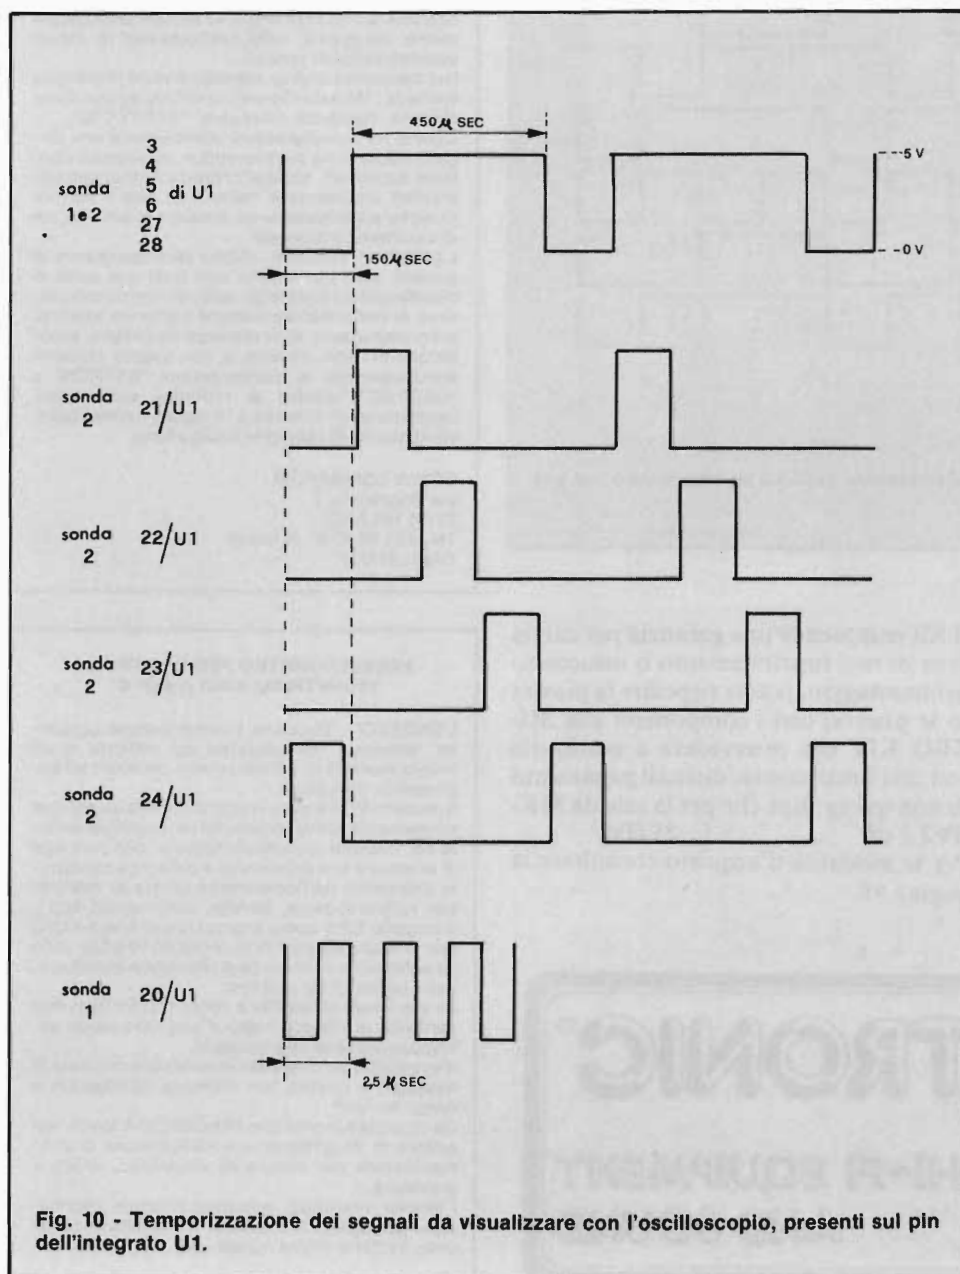

Fig. 10 - Temporizzazione dei segnali da visualizzare con l'oscilloscopio, presenti sul pin dell'integrato U1.
Il collaudo consiste nel verificare tutte le forme d'onda riportate in Fig. 10, che si ottengono semplicemente alimentando la scheda. Il valore letto sul display deve essere zero, e per ottenerlo è sufficiente connettere a massa l'ingresso 1 della morsetti (sconnettendo il foto-ponte) ed agendo sul trimmer P3 fino all'azzerramento.
- con la sonda 2 si deve verificare che i pins 4, 5, 6, 27, 28 di U1 riportino lo stesso segnale del 3 di U1, presente in Fig. 10.
I piedini 6, 5, 4, 3, 28, 27, 26 sono collegati rispettivamente ai segmenti a, b, c, d, e, f, g, dei display (vedi Fig. 7). Per accendere lo zero occorre inviare corrente nei segmenti a, b, c, d, e, f; il pin 26 (segmento g) infatti non è riportato sul diagramma di Fig. 10 perchè è sempre a 0 (verificarlo con l'oscilloscopio). Inviando un 1 (attraverso le resistenze da 47 Ω , per diminuire la corrente) agli altri 6 segmenti, si accenderanno quelli che sono attraversati da corrente, la quale ritorna a massa attraverso i catodi in comune per ogni digit. Quindi si accenderà lo zero del
digit, però in tempi diversi (come spiega il diagramma di Fig. 10). Dalla figura si nota che gli impulsi di comando ai comuni sono normalmente a 0 e vanno ad 1 per il comando; questi però sono collegati agli invertitori 75492 che quindi presentano il comando come 0 (appunto la chiusura a massa dei catodi). L'impulso inviato al digit 4 (24/U1) è simultaneo allo stato 0 inviato su ogni segmento, per cui il digit 4 rimane sempre spento.